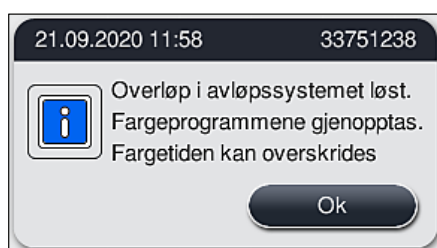

Fig. 123
- ✓ Hvis det blokkerte vannet forsvinner, vises en ny melding på skjermen (→ "Fig. 123") og brukeren kan fortsette fargeprogrammene. Trykk på **OK** (→ "Fig. 123") for å fortsette.
1. Hvis videre rengjøringsforsøk lykkes og blokkeringen kan fjernes, synker vannivået under det kritiske nivået. En melding på skjermen (→ "Fig. 123") viser brukeren at fargeprogrammene kan fortsettes. Trykk på **OK** (→ "Fig. 123") for å fortsette. Programmenes start-status vises, og programmene i prosessen fortsetter automatisk.